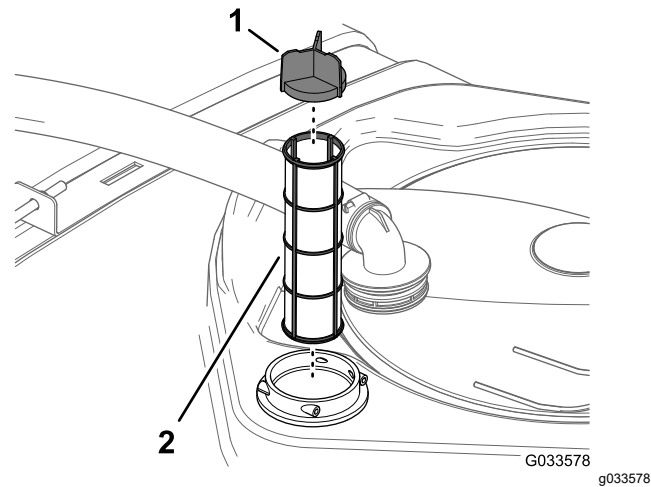

图 113
4. 从药缸内的过滤器外壳中拆除旧的吸入式过滤器 图 113。